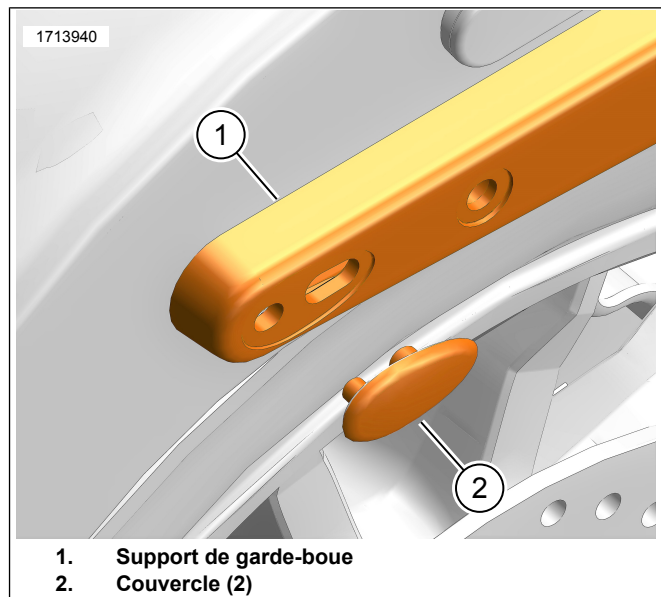

Figure 8. Couvercle de support de garde-boue
12. Voir la figure 8. Installer les deux couvercles de support de garde-boue (2) sur les supports de garde-boue (1).